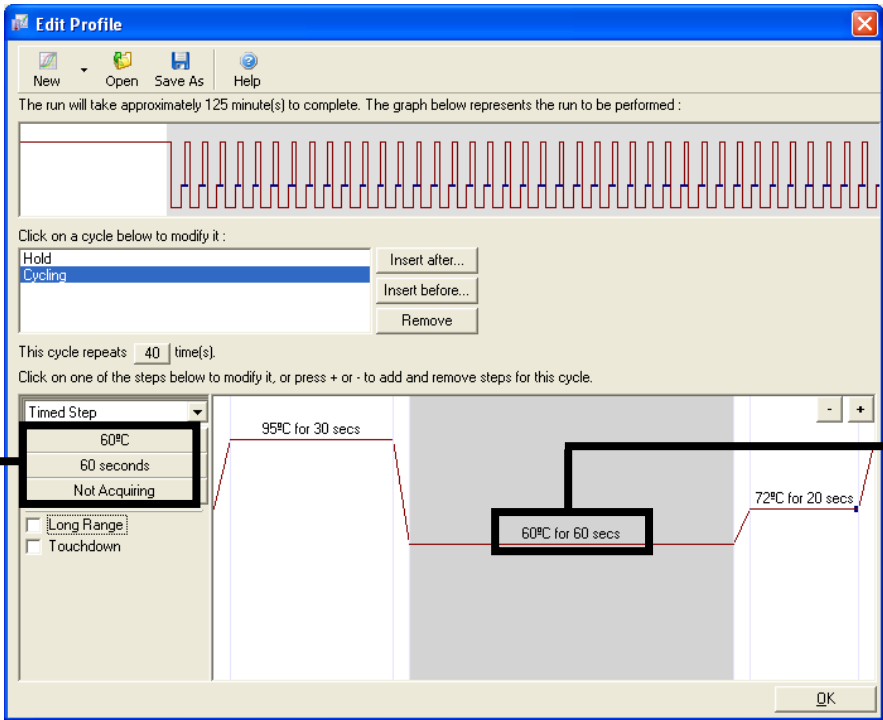

Figura 27. Passo de ciclagem a 60 °C. 1 = passo dois: definição da temperatura e do tempo; 2 = "Not Acquiring" (Não adquirir dados).
9. Coloque em destaque o segundo passo e defina 60 °C durante 60 s. Para ativar a aquisição de dados durante este passo, clique em Not Acquiring (Não adquirir dados) (Figura 27).